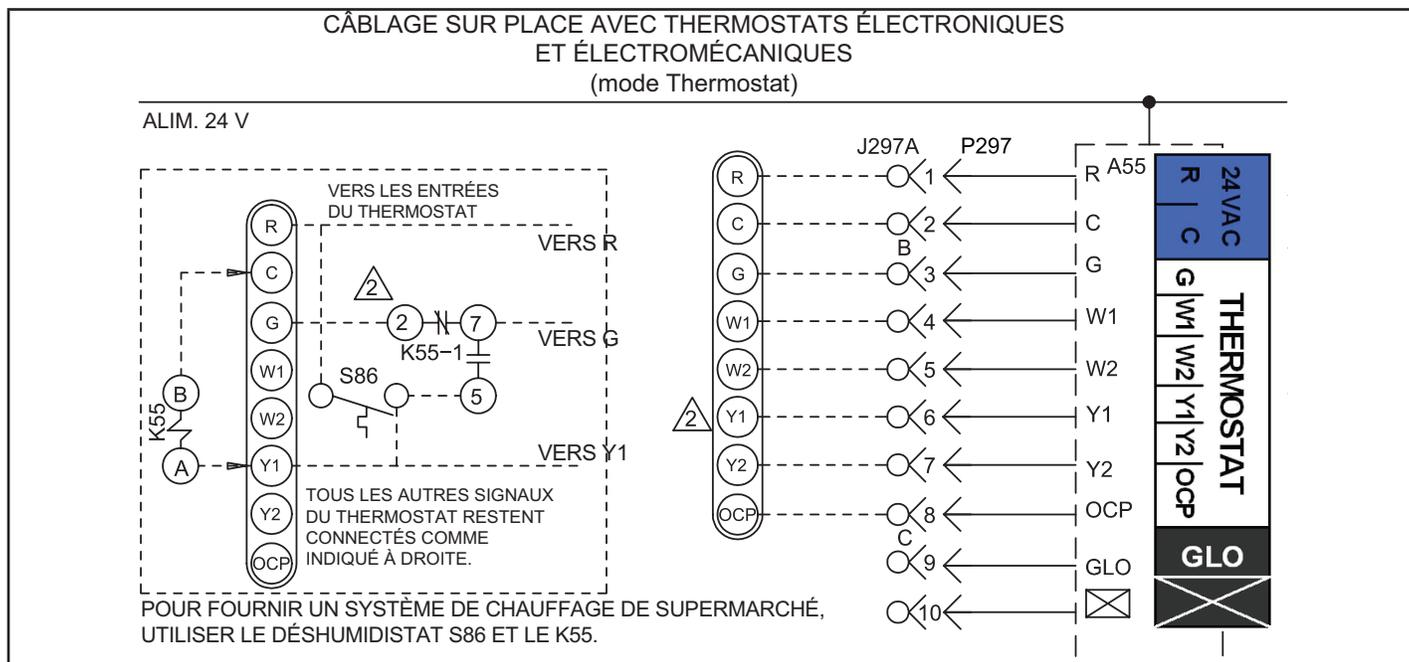

FIGURE 11
- 4 - Câblez comme indiqué à la FIGURE 11 pour les thermostats électromécaniques et électroniques. En cas d'utilisation d'autres dispositifs de contrôle de la température ou de systèmes de gestion de l'énergie, reportez-vous aux instructions et au schéma de câblage fournis par le fabricant.